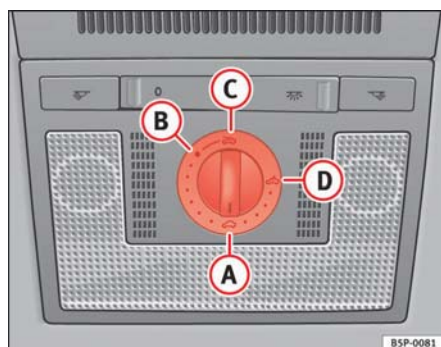

Fig. 71 Detalle del revestimiento interior del techo: mando giratorio del techo corredizo / deflector
- Gire el mando a la posición **A** ⇒ página 112, fig. 71 ⇒ ⚠.